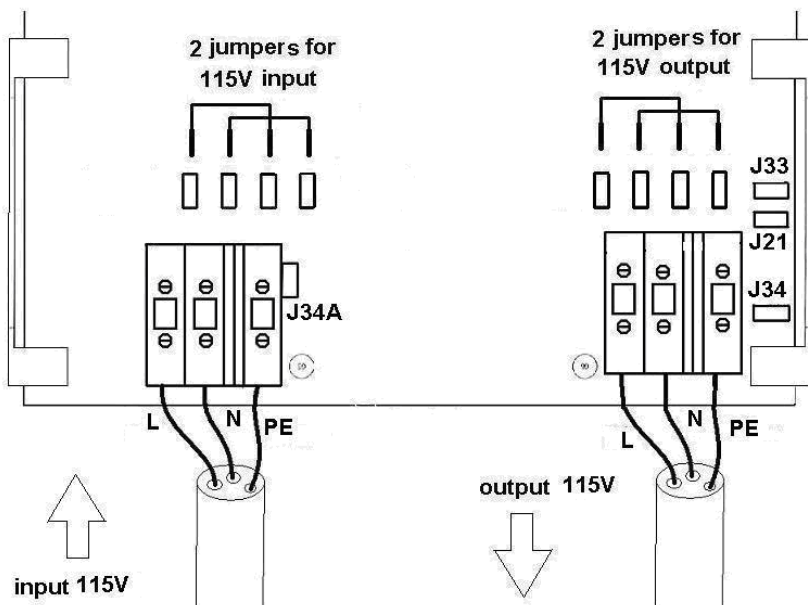

Figure 3: configuration des cavaliers pour des tensions d'entrée et/ou de sortie 115/120 V
**2.2.2 Pour des tensions d'entrée et/ou de sortie 110/120 V, configurer les cavaliers-poussoirs comme illustré à la figure 3.**